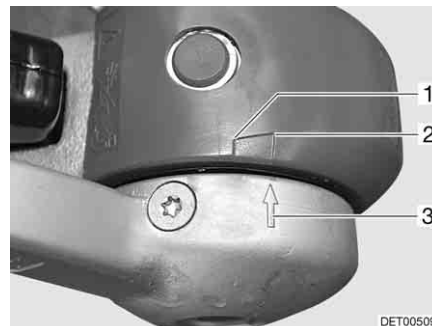

Bild 194 Friktionsbelägg
- När pilen på tryckbrickan (Bild 194,3) står framför eller intill den markerade ytan (Bild 194,2) är friktionsbeläggen inte slitna (nytt skick).
- När pilen på tryckbrickan står på den markerade ytan (Bild 194,1 till 2) är friktionsbeläggen lätt slitna.
- När pilen på tryckbrickan står på slutet av den markerade ytan (Bild 194,1) eller bakom den, är friktionsbeläggen slitna.